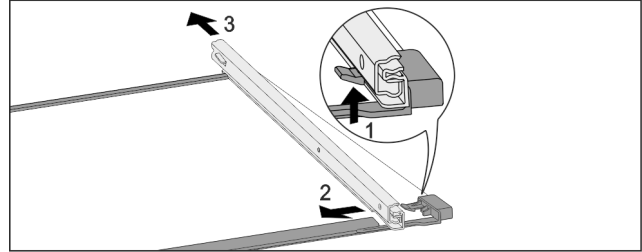

Fig. 265 Üveglap sínekkel
- ▶ Nyomja felfelé az elülső akasztókampót. Fig. 265 (1)
- ▶ Tolja ki oldalra Fig. 265 (2) és hátra Fig. 265 (3) a kihúzó-sínt.